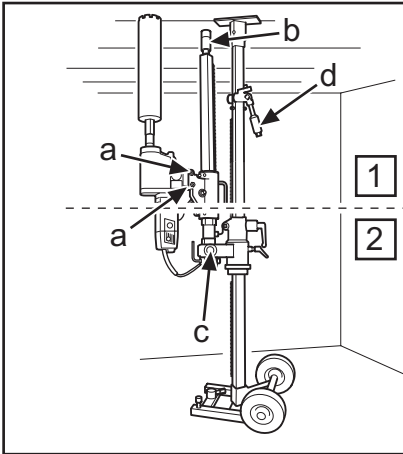

Fig.16
3. Montera bormaskinen i snabbfästet, skruva åt låsskruvarna (a) (Fig.16) med 24 mm nyckel.
4. Kontrollera att stämpskruven (b) i borrhjulet är i inskruvat läge. Fäll upp och lås borrhjulet med mutter 30 mm (c) (Fig. 16).
3. Monter boremaskinen i lynkoblingen, og spænd låseskruerne (a) (Fig. 16) med en 24-mm-nøgle.
4. Kontrollér, at stempelskruen (b) i boresøjlen er skruet ind. Fæld boresøjlen op, og lås den med 30-mm-møtrikken (c) (Fig. 16).
3. Monter bormaskinen i hurtigfestet, skru til låseskruene (a) (Fig. 16) med 24 mm nøkkel.
4. Kontroller at søyleskruen (b) i borsøylen er skrudd inn. Fe opp og lås borsøylen med mutter 30 mm (c) (Fig. 16).
6. Skruva in stämpskruven mot taket för att fixera borrhjälaren, säkra med låsmutter 30 mm (b) (Fig.16). Använd en träregel som mellanlägg.
6. Skru stempelskruen mod taget for at fikserer boresøjlen, og sørg for at sikre den med 30-mm-låsemøtrikken (b) (Fig.16). Brug et stykke træ som mellemlæg.
6. Skru inn søyleskruen mot taket for å fikserer borsøylen, sikre med låsemutter 30 mm (b) (Fig.16). Bruk en treplanke som mellomlegg.